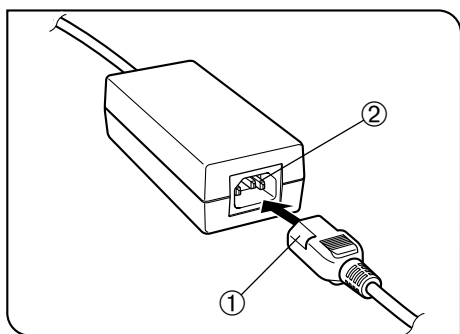

图 41
(图41到43)
使用AC适配器时的操作（图41）
1. 把电源线插头①牢固插入 AC 适配器的输入插座②中（图41）。